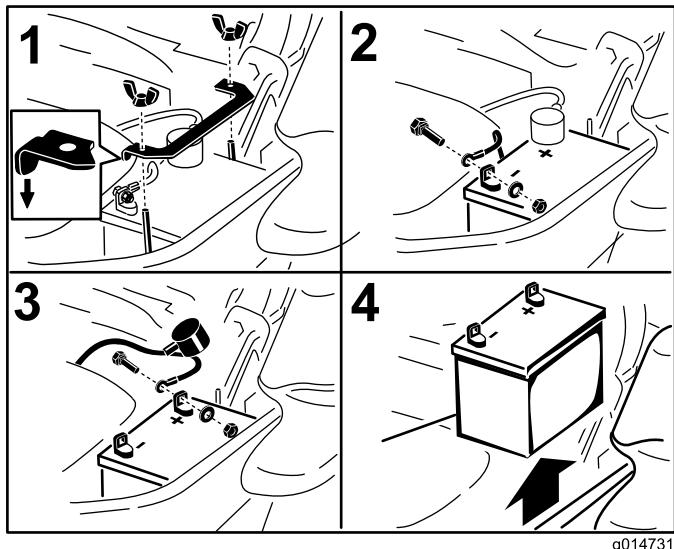

図 46
3. まず、黒いケーブル（-）をバッテリーの（-）端子から取り外す（図 46）。
4. 次にプラス端子についている赤い保護カバーをはずらして、赤いプラス（+）ケーブルを露出させる（図 46）。
5. バッテリークランプを固定している蝶ナットを外す（図 46）。
6. クランプを外す（図 46）。
1. バッテリーをトレイの上に置く；端子が油圧オイルタンクと反対側を向くように置く（図 46）。
4. 両方のケーブルをボルトとロックナット2組を使って固定する（図 46）。
6. クランプを取り付け、蝶ナットで固定する（図 46）。